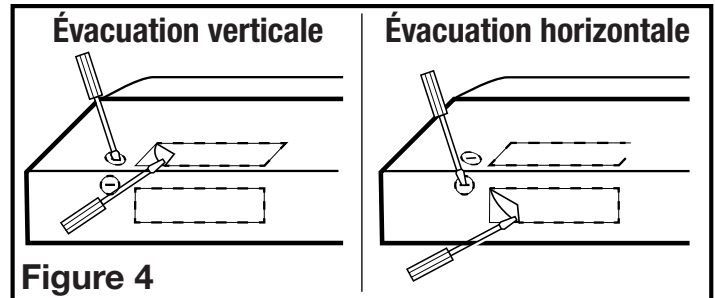

Figure 4
- Retirez la pièce rectangulaire défonçable. Pour ce faire, insérez un tournevis dans le pourtour et brisez les attaches qui le retiennent. Enlevez ensuite la pièce avec des pinces (**Figure 4**).
- Déterminez par où les fils entreront dans la hotte et retirez l'entrée électrique défonçable appropriée. Pour ce faire, insérez un tournevis dans la fente et faites un mouvement de va-et-vient jusqu'à ce que la pièce se détache (**Figure 4**).